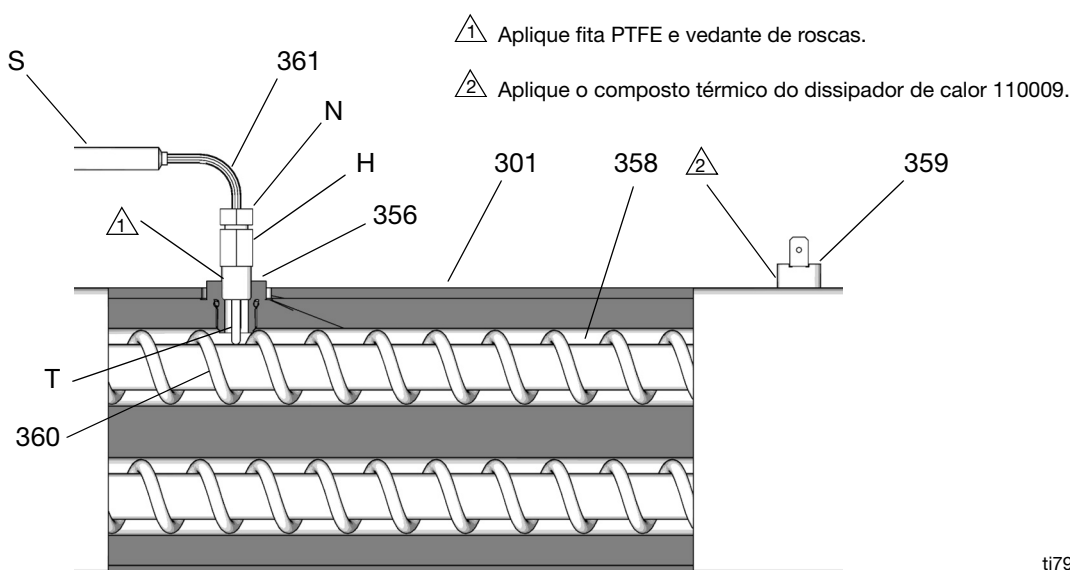

FIG. 8: Termopar
7. Consulte a FIG. 8. Desaperte a porca do terminal (N). Retire o termopar (361) do compartimento do aquecedor (351) e, em seguida, retire o compartimento do termopar (H). Não retire o adaptador do termopar (356), exceto se necessário. Se o adaptador tiver de ser retirado, certifique-se de que o misturador (360) está fora do caminho quando substituir o adaptador.
8. Substitua o termopar, FIG. 8.
- a. Retire a fita de proteção da ponta do termopar (T).
- b. Aplique fita PTFE e vedante de rosca nas rosca macho e aperte o compartimento do termopar (H) no adaptador (356).
- c. Empurre o termopar (361) de modo a que a ponta (T) entre em contacto com o elemento de aquecimento (358).
- d. Segurando a ponta do termopar (T) contra o elemento de aquecimento, aperte a porca do terminal (N) 1/4 de volta para além do aperto.
9. Encaminhe os fios (S) para dentro do quadro e agrupe-os como antes. Volte a ligar os fios à placa.
11. Ligue simultaneamente os aquecedores A e B para efetuar o teste. As temperaturas devem subir ao mesmo ritmo. Se um aquecedor estiver baixo, desaperte a porca do terminal (N) e aperte o compartimento do termopar (H) para garantir que a ponta do termopar (T) entra em contacto com o elemento (358).
5. Desligue um fio condutor do interruptor de sobreaquecimento (359), FIG. 8, página 33. Teste o interruptor com um ohmímetro. A resistência deve ser de aproximadamente 0 ohms.
6. Se o interruptor não passar no teste, retire os fios e os parafusos. Descarte o interruptor com falha. Aplique o composto térmico 110009, instale o novo interruptor no mesmo local no compartimento (351) e fixe-o com parafusos (311). Volte a ligar os fios.